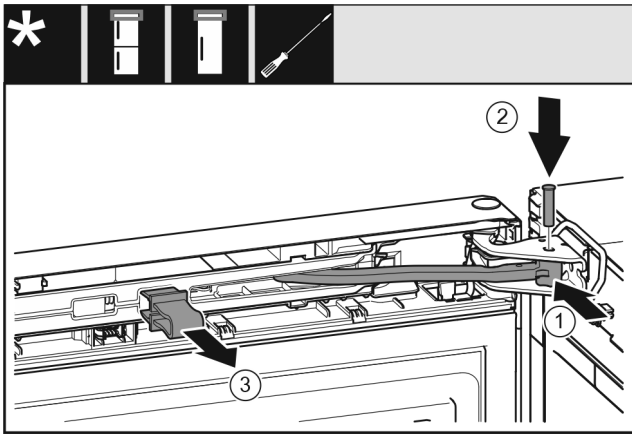

Fig. 50
- ▶ Rotiți articulația în suportul de lagăr. Fig. 50 (1)
- ▶ Introduceți bolțul în suportul de lagăr și articulație. Urmăriți ca respectiva camă de cuplare să fie așezată corect în canelură. Fig. 50 (2)
- ▶ Detașați siguranța. Fig. 50 (3)